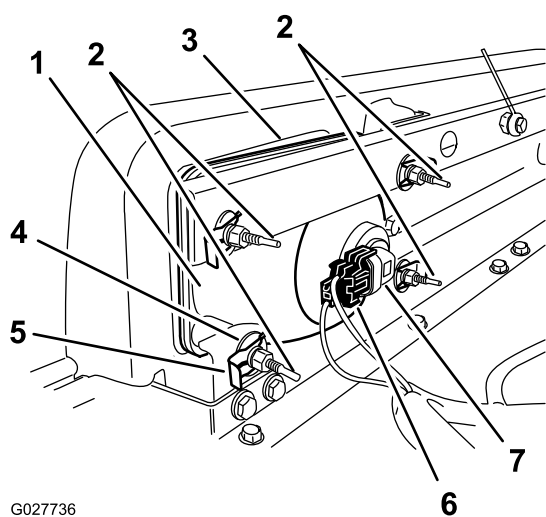

Рисунок 51
3. Отсоедините электрический разъем жгута проводки от разъема лампы в сборе (Рисунок 51).
4. Снимите быстродействующие зажимы и шайбы крепления фары к кронштейну (Рисунок 51).
5. Снимите фару в сборе, подавая ее вперед сквозь отверстие в переднем бампере (Рисунок 51).
6. Вставьте новую лампу через отверстие в бампере (Рисунок 51).
8. Подсоедините электрический разъем жгута к разъему узла лампы (Рисунок 51).
1. Поверните ключ зажигания в положение Вкл. (ON) и включите фары.
2. В задней части узла фары поверните регулировочные винты (Рисунок 51), чтобы повернуть фару и изменить положение луча.